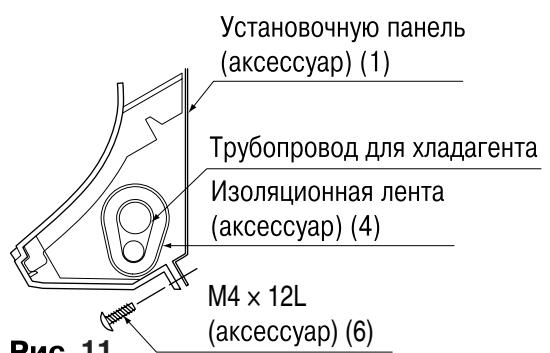

Рис. 11
- Прикрепите комнатный блок к установочной панель (1) с помощью крепежные винты (6). (**См. рис. 11**)